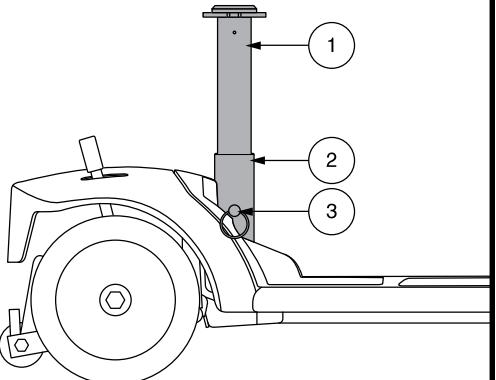

Figure 26. Réglage de la hauteur du siège
- La hauteur du siège peut être réglée à volonté. **Voir la figure 26.**
2. Retirez le mât du siège du Travel Scooter en retirant la goupille de détente de la partie inférieure du mât du siège, puis soulevez le mât vers le haut et enlevez-le du Travel scooter. **Voir la figure 26.**